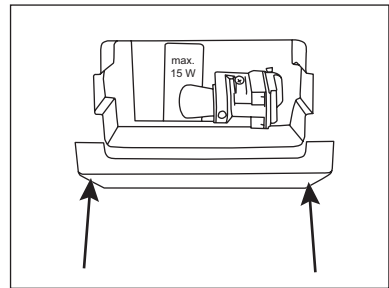

Abb. 7
2. Lampenschirm abnehmen (Abb. 7). Den Schirm zusammendrücken, sodass er sich von den beiden Klipps löst.